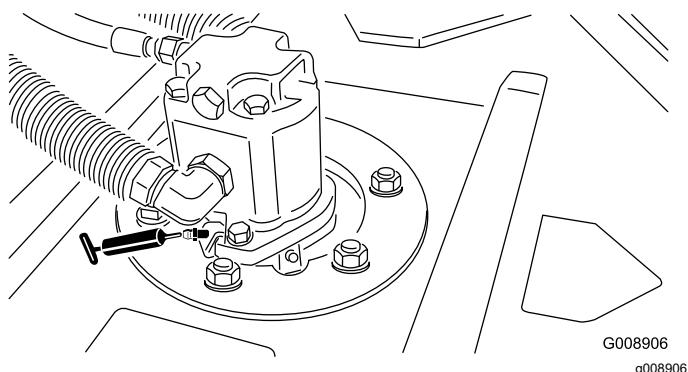

図 43
- カッティングユニットのスピンドルシャフトのベアリングユニットあたり2ヶ所図 43